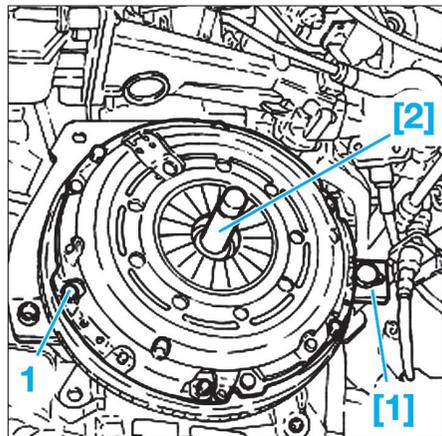

Fig. 1
- [1]. Outil de blocage du volant moteur (réf. 1860 84 6000) (Fig.1).
- Monter l'outil [1] (Fig.1).
- Déposer les vis de fixation (1) du mécanisme d'embrayage (2).
- Centrer correctement le disque d'embrayage par rapport au mécanisme avec l'outil [2] (Fig.1).
- Remplacer les vis (1) et les serrer en diagonale par passes successives au couple de serrage prescrit jusqu'à ce que le mécanisme soit en contact avec le volant moteur.